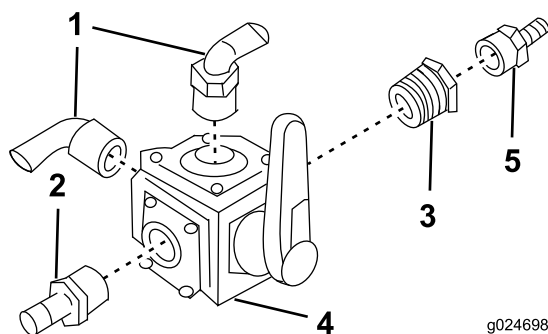

Figura 14
1. Montate la valvola a quattro vie (Figura 14).
Nota: L'orientamento dei raccordi della dentellatura del flessibile è importante e dovrà corrispondere Figura 14.